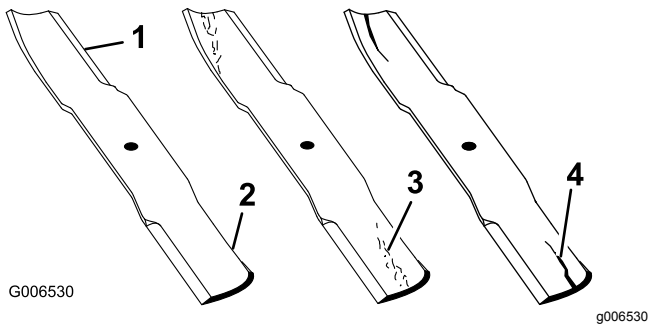

Figure 96
1. Examinez le tranchant des lames (Figure 96).
- Remplacez immédiatement toute lame fendue, usée ou qui présente une entaille (Figure 96).